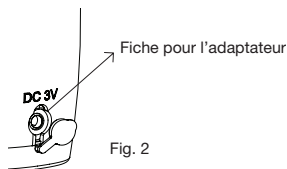

Fig. 2
1) Le port de sortie (raccord) se branche à la fiche prévue pour l'adaptateur située dans la partie inférieure à l'arrière du dispositif (voir Fig. 2).